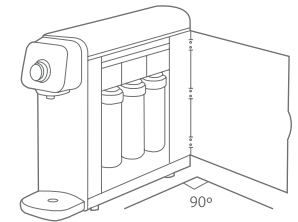

Figura 36.
3. Abre la puerta del Purificador (ver Figura 36).